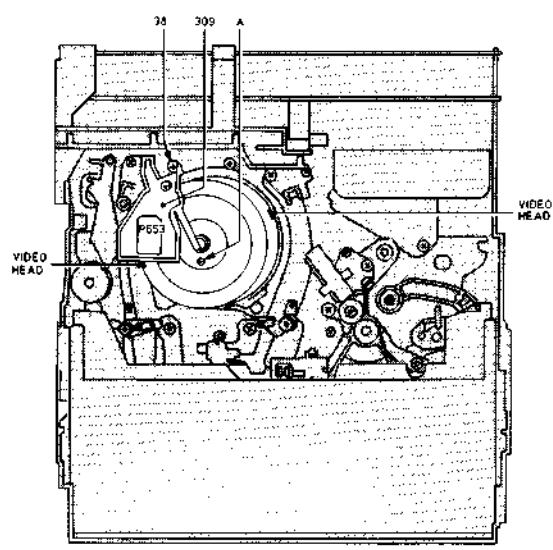

Fig. 2-1-4
2.1.7. Auswechseln der Kopftrommel 313 (Bild 2-1-4)